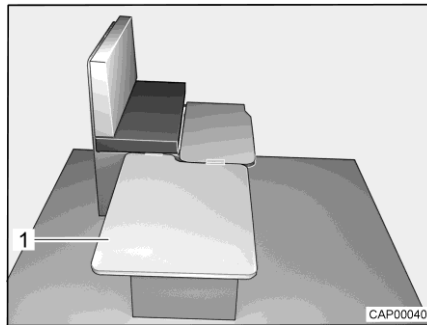

Bild 44 Under ombyggnaden
- Häng på stödplatta (Bild 44,1) sidledes på sittbänken och lägg på bordet.